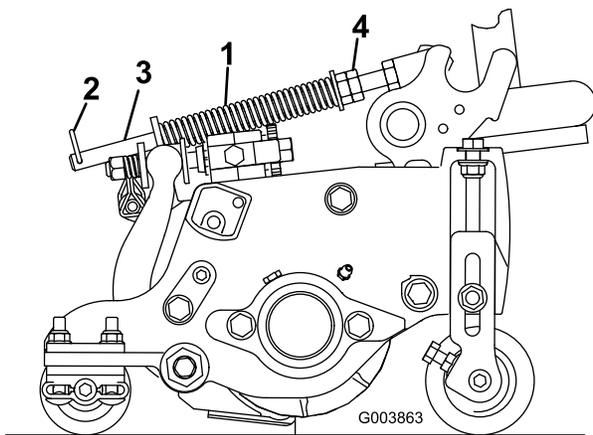

図 17
1. スプリングロッドの後穴にヘアピンコッターを忘れずに取り付けてください 図 17。
2. スプリングロッド前部の六角ナットを締めて、スプリング圧縮状態の長さが15.9 cmになるようにする 図 17。
**注** カッティングユニットを機体から外す場合には、ヘアピンコッターをスプリングロッドの前の穴に移動させてください 図 17。そして、カッティングユニットを再び機体に取り付けたときには、忘れずにヘアピンコッターをスプリングロッドの後の穴に移動させてください。